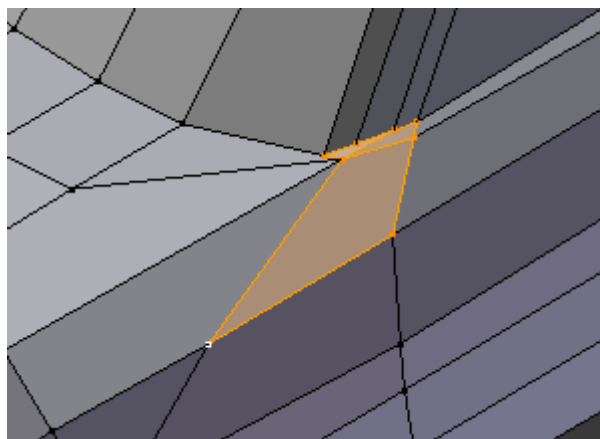

Figura 4.85
14. Rearranje as faces triangulares junto à base do vidro, seleccionando as arestas pertinentes e eliminando-as, [X] > **Edges**, e criando em seguida novas faces, [F], figura 4.85.